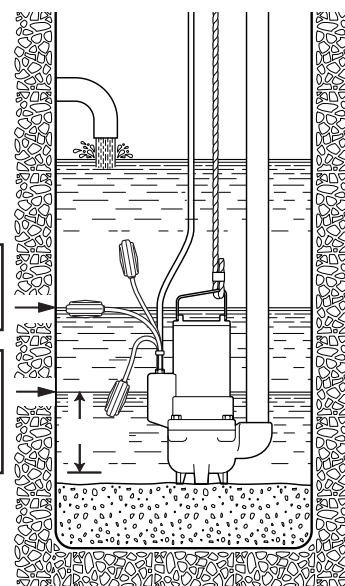

Fig. 4
- mobile avec l'électropompe reposant sur le fond du puisard ou de la bêche (fig.4) ou bien suspendue au moyen d'un câble ou d'une chaîne en matière résistante fixé à la poignée de levage